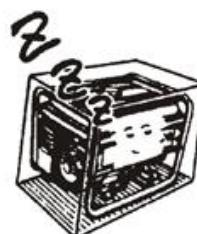

Рис. 51
8.7 Розташуйте генераторну установку на чистому місці (Рис. 51). Зберігайте пристрій в сухому та чистому приміщенні.